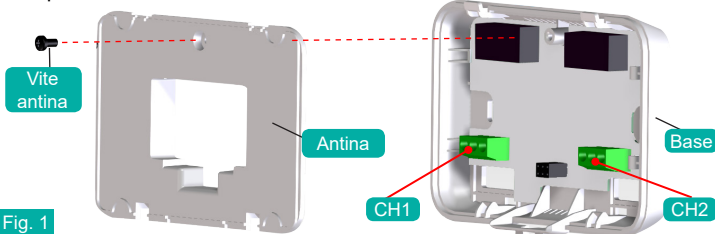

Fig. 1
- 1 - Con un cacciavite svitare la **Vite antenna** (Fig.1) e separare l'**Antina** dalla **Base**.